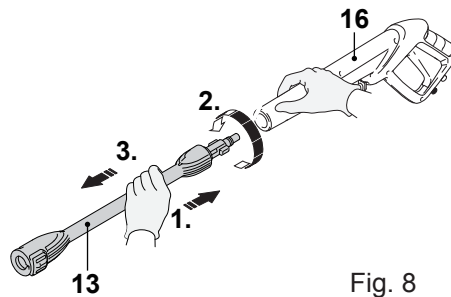

Fig. 8
Empuje el accesorio hacia el interior de la pistola de alta presión (16) y gírelo en sentido contrario al de las agujas del reloj para retirarlo (Fig. 8).